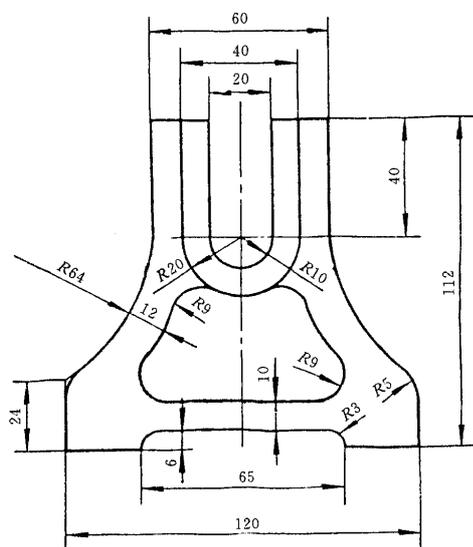

图 A6
**A5** 当图形具有对称中心线时,分布在对称中心线两边的相同结构,可仅标注其中一边的结构尺寸,如图 A6 中的  $R64$ 、 $12$ 、 $R9$ 、 $R5$  等。